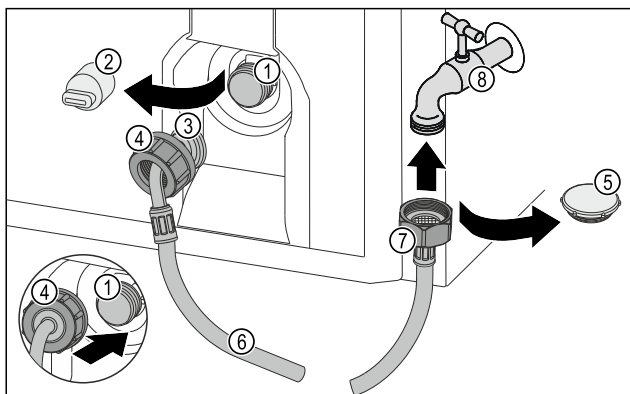

Fig. 10
- Odstranite zaporno loputo Fig. 10 (5).
- Ravni konec gibke cevi Fig. 10 (7) priključite na pipo za vodo Fig. 10 (8).
- Matico na ravnem koncu gibke cevi Fig. 10 (7) zategnite v smeri urnega kazalca.